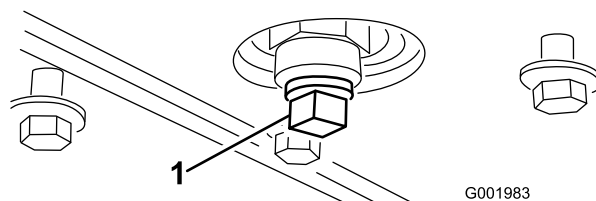

Figure 51
5. Enlevez le bouchon de vidange (Figure 51).